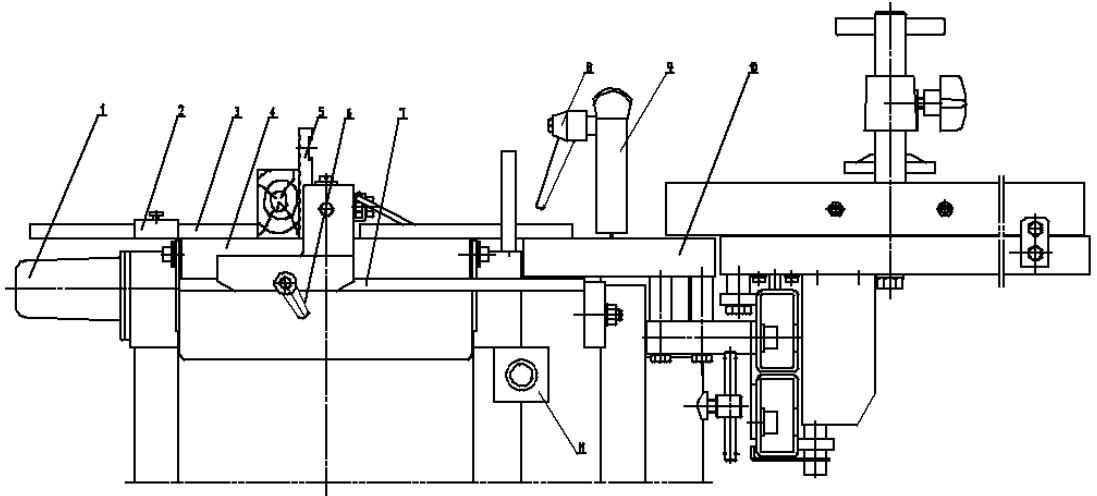

Рис.10
- Для строгания по широкой стороне с высотой детали более 60 мм подгоните к детали ограждающий щиток на столике станка (Рис.10).